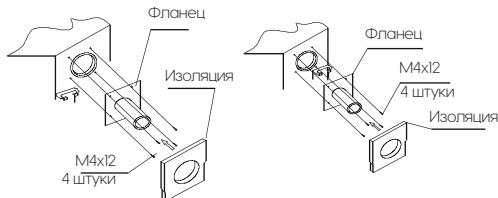

Рис. 14
- Закрепите фланец и заизолируйте его (Рис. 14).